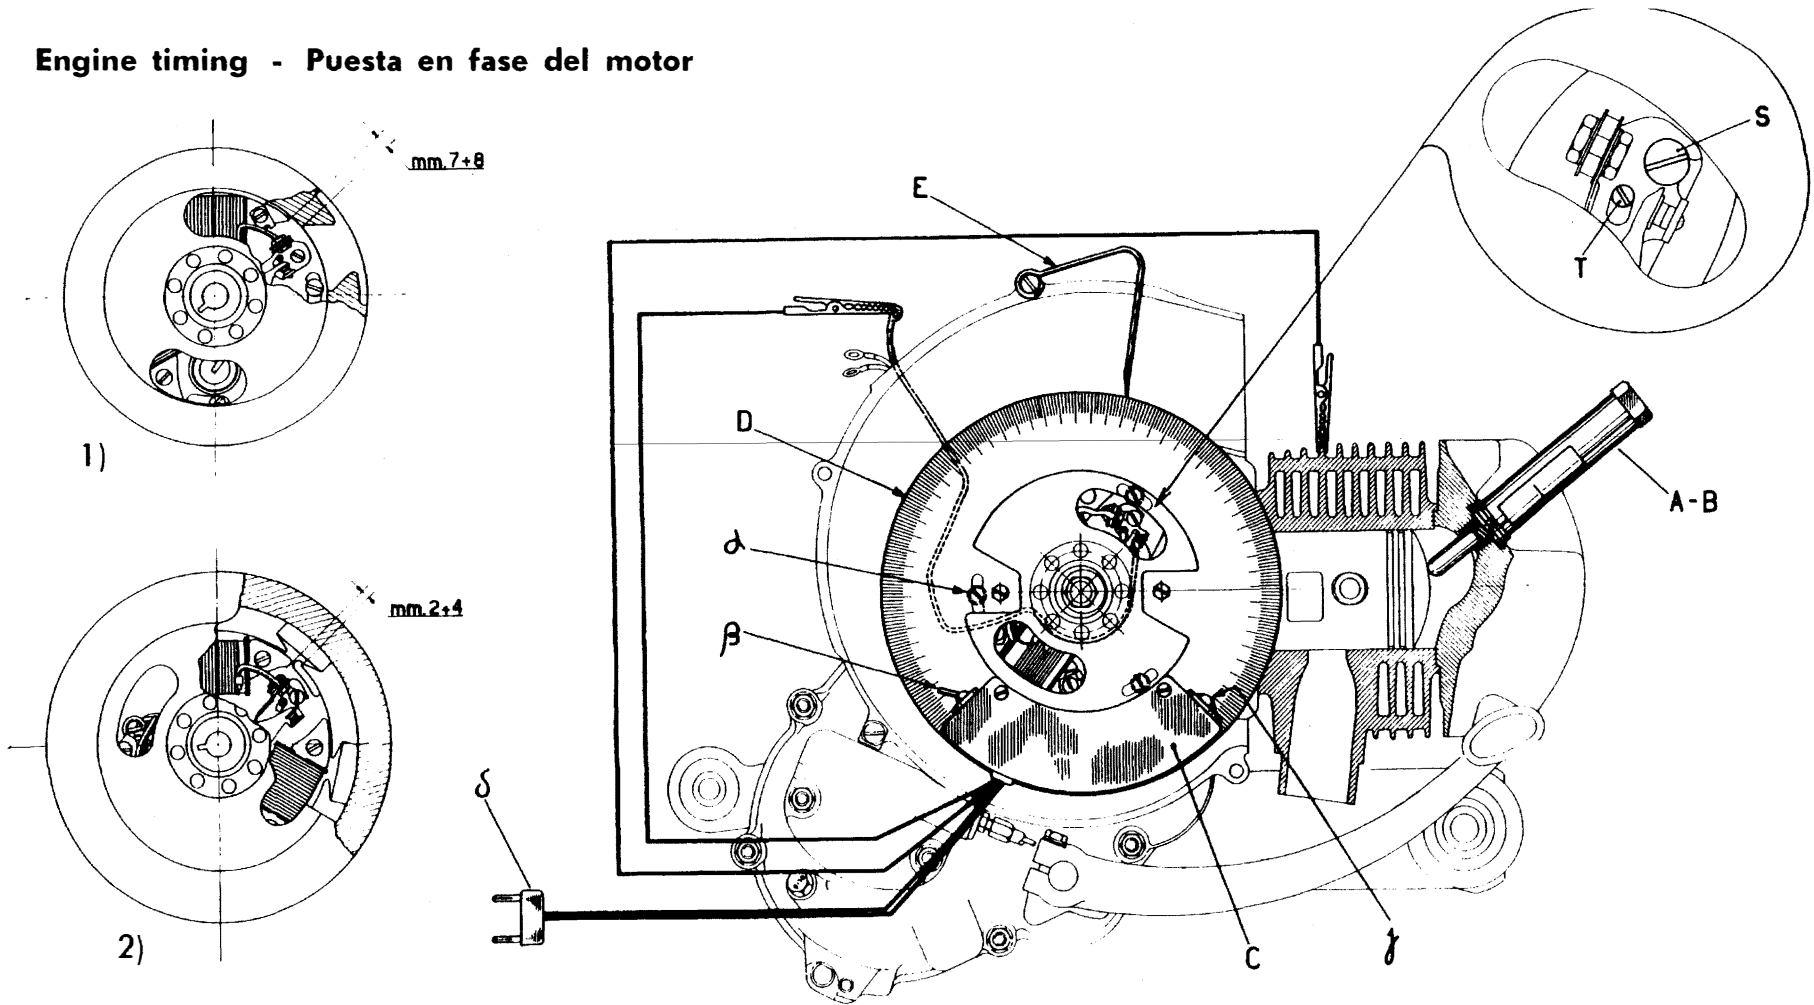

Fig. 72
- b) - Rotate the coil anchor plate so that the H. T. coil assumes the position indicated for the various types of flywheel magnetos in details 1) and 2) of fig. 72.
- 1) - Slacken the screws « α » (fig. 72) securing the stator to crankcase.
- 1) - Aflojar los tornillos « α » fig. 72 para fijación estator en el carter.
7) - Now operating through the cut - out on the rotor, shift the coil anchor plate so that the H. T. coil extremity is positioned relative to the pole shoe, illustrated for the various types of flywheel in the details 1) and 2) of fig. 72, according to the dimensions indicated in said details. Said operations is **not** to be carried out for the Vespa G. S. (battery ignition).
7) - Actuar a través de las aberturas del rotor, desplazar el soporte bobinas de manera que el extremo de la bobina A. T. diste de la expansión polar, ilustrada para los distintos tipos de volante en los detalles 1) y 2) de la fig. 72, de la medida indicada en dichos detalles. Esta operación **no** debe efectuarse para Vespa G. S. encendido por batería.
If on the contrary the required tolerances are obtained, shift the coil anchor plate as indicated as for point 7, between the field of timing (detail 1 and 2 of fig. 72); then act so that the contact breaker points starts to open on the point of the spark advance (screw « S »; cam « T ») and recheck the opening of the contact breaker points.
N. B. - For checking timing the apparatus T. 0023278 can be used; it is similar to the that T. 0027533 illustrated in fig. 72 but functions with a d. c. supply at 4 V.
En caso contrario desplazar el estator, como se indica en el punto 7, entre los límites de calaje (detalles 1 y 2 de la fig. 72); restablecer el inicio de la abertura de los platinos en el punto de avance al encendido (tornillo « S », excéntrica « T ») y verificar la abertura máx.
N. B. - Para el control del calaje, puede emplearse también el aparato T. 0023278, análogo al dib. T. 0027533 que se ilustra en la fig. 72, pero alimentado en c. c. con 4 V de tensión.